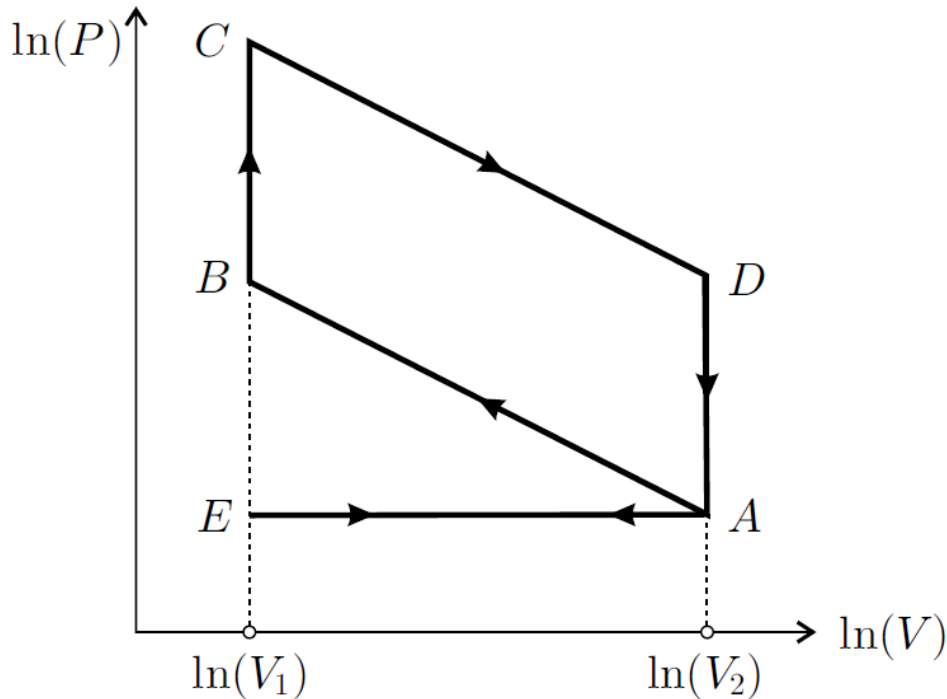

Figure 1 – Cycle moteur de Beau à quatre temps en échelle logarithmique
- 8) Reproduire sur votre copie le diagramme de la figure 1 en y ajoutant les isothermes de températures T_f (température minimale du cycle) et T_c (température maximale du cycle).
En déduire l'expression η_{rV} du rendement du cycle moteur de la figure 1 en fonction des températures puis en déduire que $\eta_{rV} = 1 - \alpha^{1-\gamma}$.